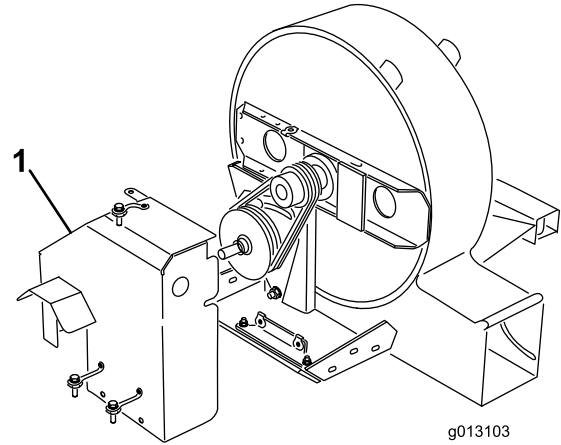

Figura 14
1. Afloje los 3 pernos y las 3 tuercas que fijan la protección de correa a la carcasa del soplador (Figura 14), retire la protección.